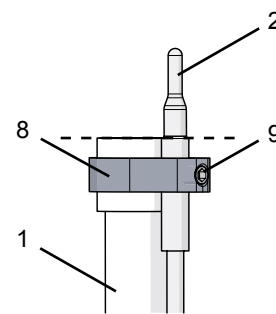

рис. 2
- ⇒ Одеть держатель термодатчика на смесительную трубку и термодатчик, таким образом, чтобы он находился примерно посередине верхней части смесительной трубки (рис. 2).
- ⇒ Термодатчик расположить так, чтобы верхний край латунной гильзы термодатчика и верхний край смесительной трубки находились на одном уровне (рис. 2).